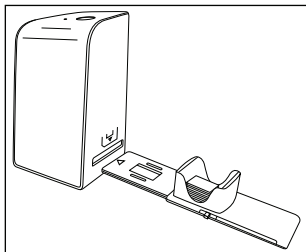

Abbildung 2
- ◆ Führen Sie das Dia-Magazin **6** mit dem Sichtfenster zuerst in den rechten Einschub **4** ein. Beachten Sie dabei, dass die Dreiecksmarkierung voran und sichtbar ist (siehe Abbildung 2).